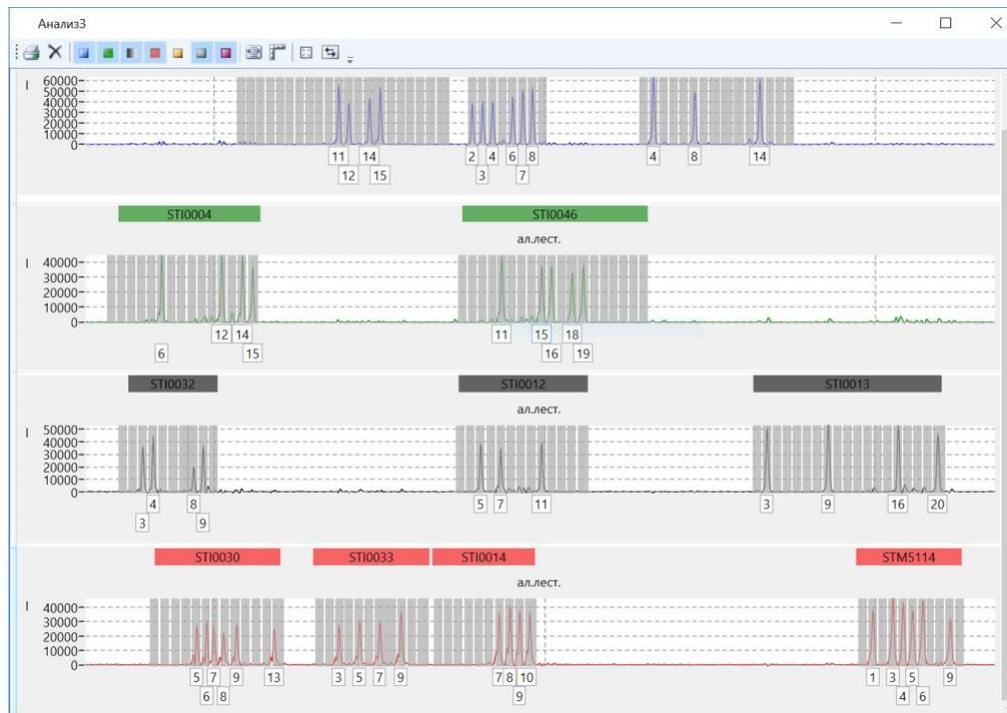

Рисунок 4. Электрофореграмма разделения аллельной лестницы
- 3) Визуально убедиться, что все пики фрагментов аллельной лестницы имеют под ось X значения, соответствующие их длине и количеству коротких tandemных повторов (рисунок 4).